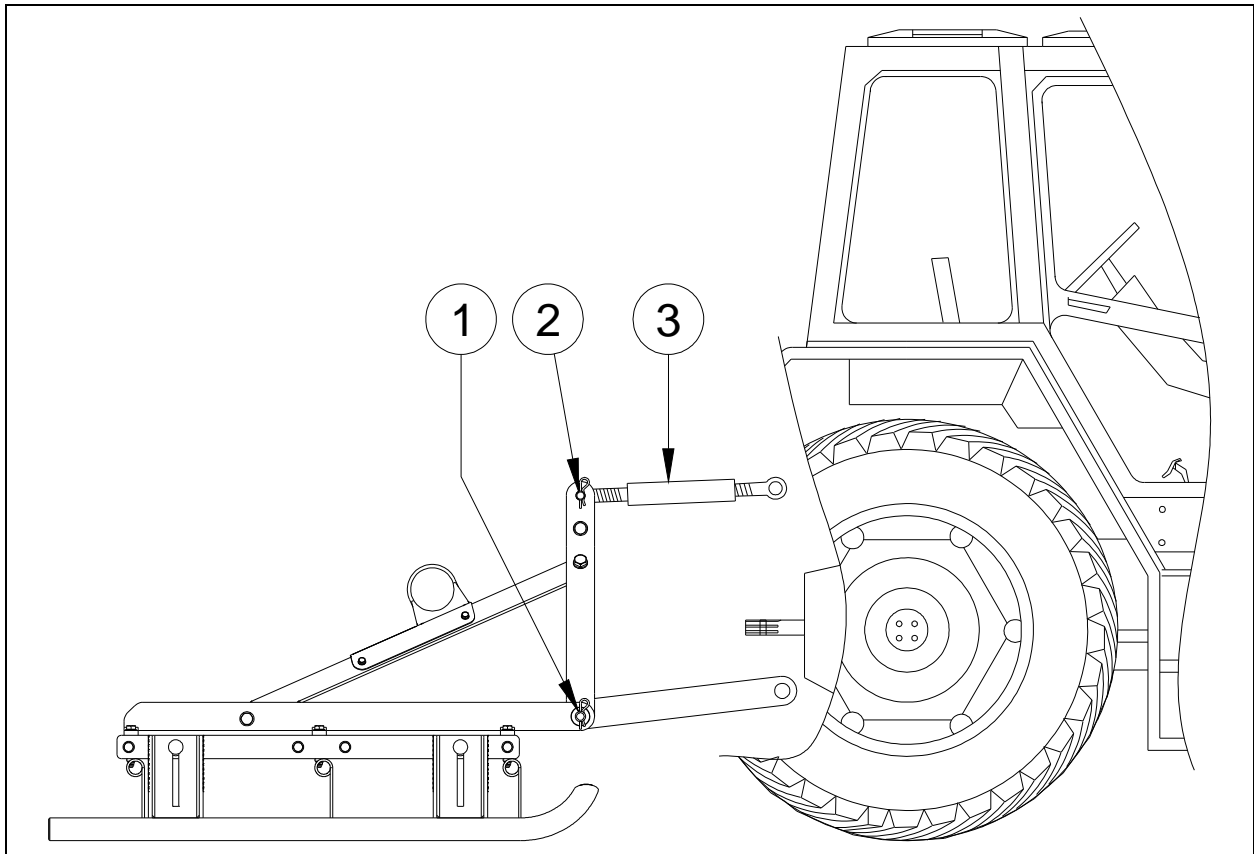

Fig. 8
3. Draai de topstang 3 in zodat de machine loodrecht ten opzichte van de ondergrond komt te staan. (zie Fig.8)
De machine kan van de tractor losgekoppeld worden op de volgende manier (Zie Fig 8):